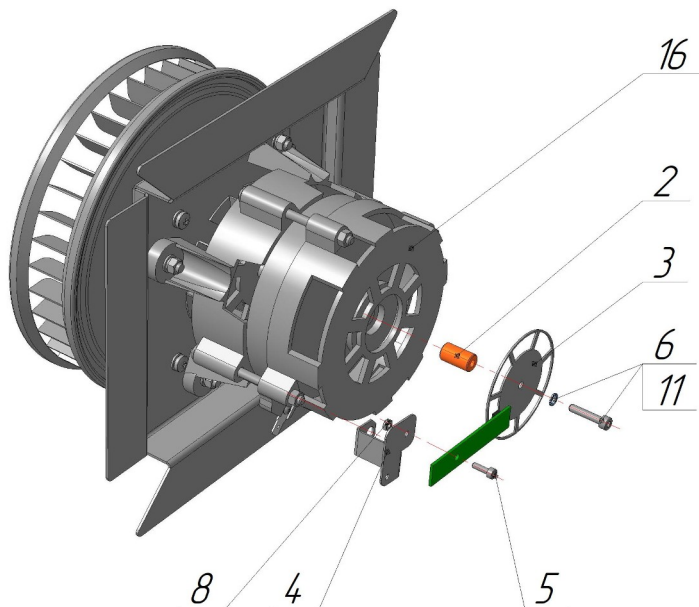

Рис.2
- После монтажа нового двигателя (п.2.2), установить датчик частоты вращения в соответствии с рис.2